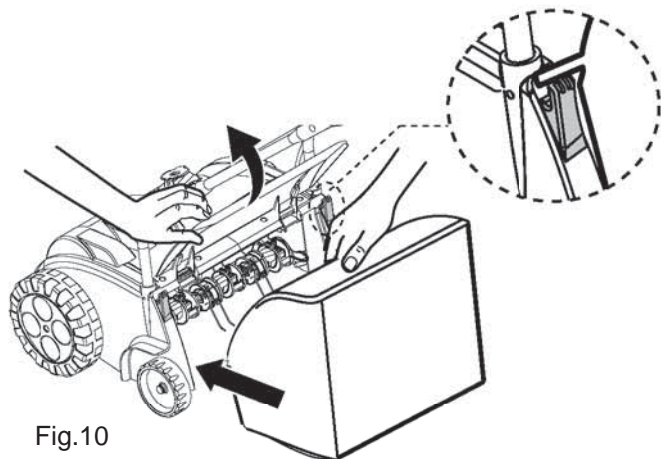

Fig.10
- > Ouvrez le couvercle arrière du carter, et placez la suspenste du bac de récupération du gazon sur les charnières [Fig. 10].